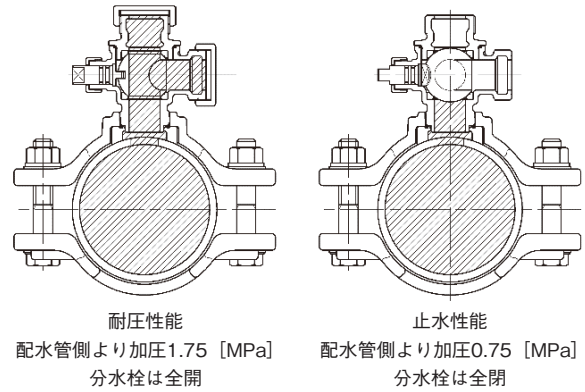

図1 JWWA規格の性能規定
**【耐圧性能】** 止水機構を開き、せん孔機取付口及び給水管取出口を塞ぎ、水圧1.75MPaを1分間加え、耐圧部に漏れ、変形、破損、にじみ、その他の異常があってはならない。（図1左）
**【止水性能】** 止水機構を閉じ、せん孔機取付口及び給水管取出口のキャップを取り除いて水圧0.75MPaを30秒間加え、シート漏れ、その他の異常があってはならない。（弁体からの漏れがないことを規定する性能）※A形（ボール式）に限る（図1右）